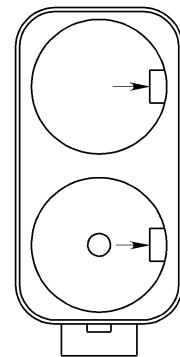

Рис. 3. Отсек батарейный
3.4.1. При разряде элементов питания, необходимо установить новые элементы питания (2 шт.) типоразмера D в отсек батарейный 14 (рис. 9), в соответствии с полярностью, указанной на внутренней стороне крышки отсека. Признаком разряда элементов питания служит отсутствие или значительное ослабление искровых разрядов между свечой и горелкой после начала протекания воды через аппарат (с расходом не менее 2,5 л/мин). Для открытия крышки батарейного отсека необходимо повернуть ручку крышки в положение «ON». Для того чтобы вынуть разряженные элементы питания необходимо отогнуть удерживающие прижимы (показано стрелками на рис. 3).